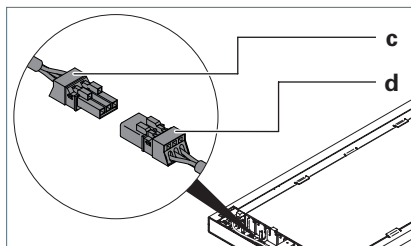

Fig. 14: Raccorder la tête du luminaire, partie 2.
- Raccordez le connecteur femelle **c** à la fiche **d** sur la tête du luminaire, voir Fig. 14.